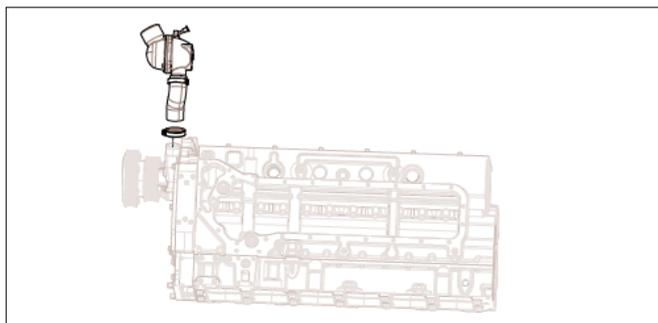

Рис. 5.30 Разборка группы термостата
1. Снять хомут рукава и рукав с термостата и насоса системы охлаждения. Снять группу термостата (рис. 5.30)
2. Снять болты крепления кожуха (9), снять кожух, достать термостат.